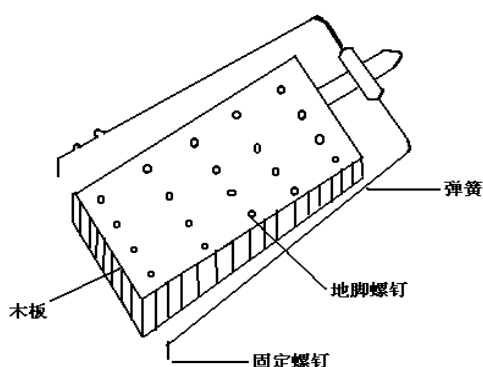

图2 弹簧式震源
2、**弹簧激振法**：（见图2）它是由木板，弹簧、穿心锤等组成。试验前用地脚螺钉将木板固定地面，弹簧一端用地锚固定，试验时将穿心锤拉到一定距离后、突然放开，利用弹簧的弹力冲击木板，使板与地面产生剪切力，从而使地层产生剪切波。这种震源装置使用起来比较麻烦，但稳定性，重复性都较好，激震能量也较大，一般能测较深钻孔的波速。